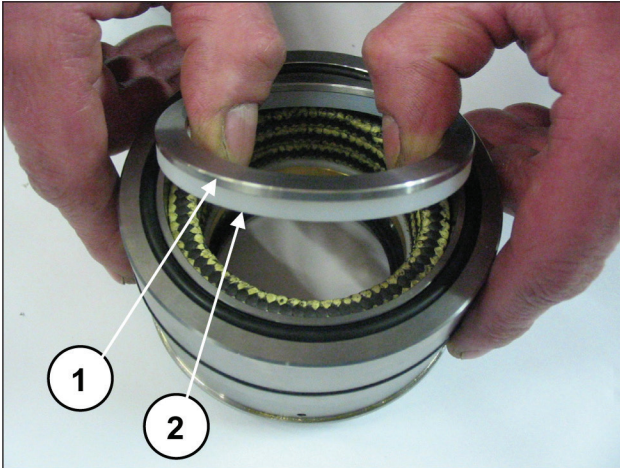
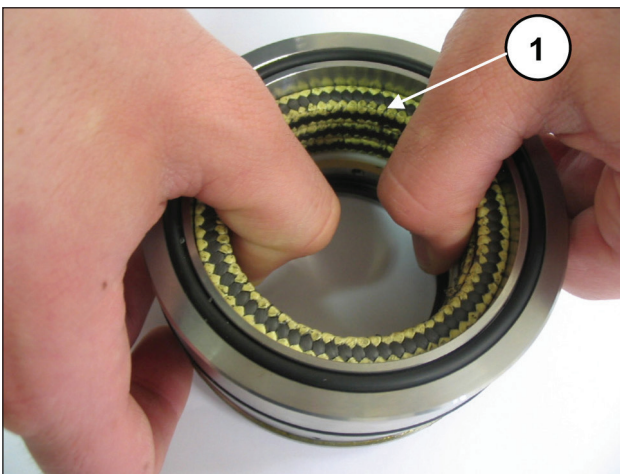

Fig. 166
Fig. 167
Séparer le support des joints de la chemise, déposer l'anneau pour ressort et le segment raqueur (rep. ①②, Fig. 166) pour accéder aux joints de pression (rep. ①, Fig. 167).